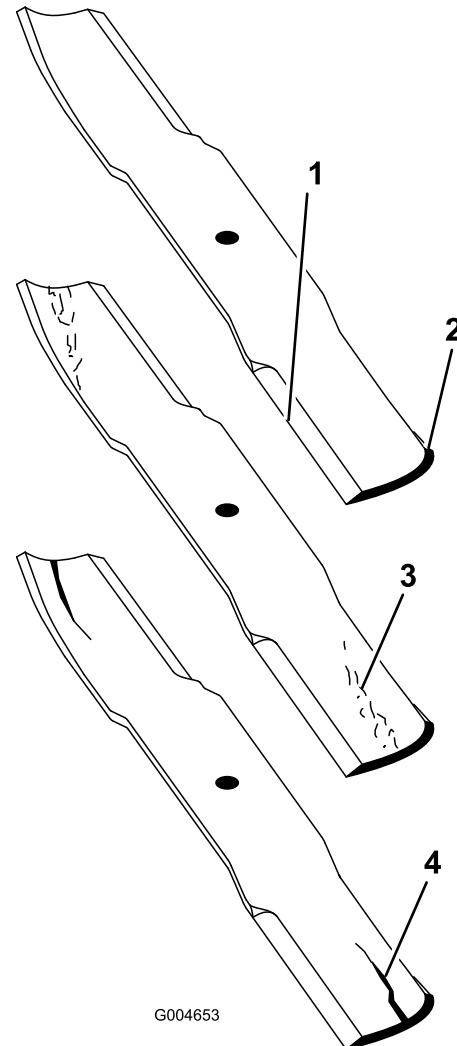

Figure 111
- Examinez attentivement les tranchants de la lame, particulièrement au point de rencontre de la partie plane et de l'ailette (Figure 111). Le sable et les matières abrasives peuvent éroder le métal à cet endroit, c'est pourquoi il est important de contrôler l'état de la lame avant d'utiliser la tondeuse. Remplacez la lame si elle vous semble usée (Figure 111).